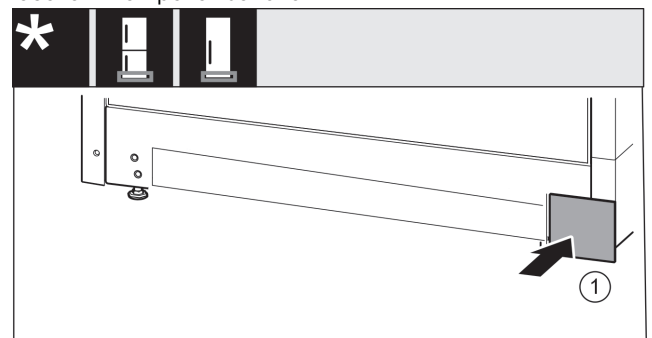

Fig. 17
- ▶ Sett dekkelet Fig. 17 (1) tilbake på den andre siden.